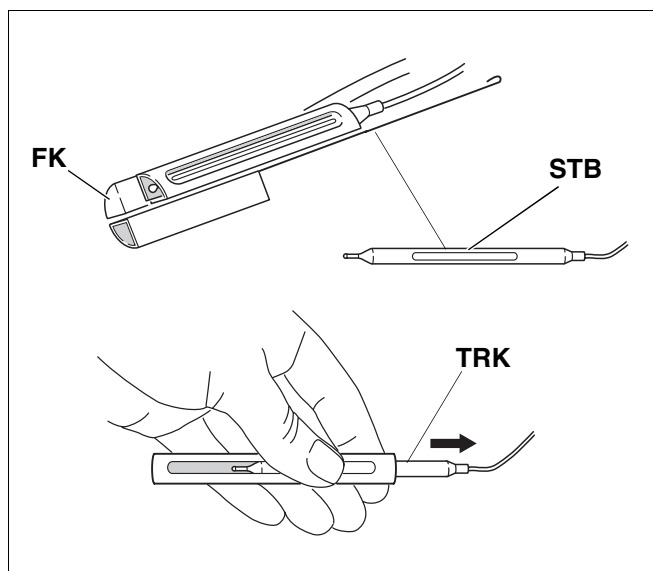

Fig. 51
STB-føleren adskiller sig fra regulatorføleren ved en fordybning i siden (Fig. 51).
- Skub regulatorføleren **TRK** ud af følerholderen med et let tryk (Fig. 51).